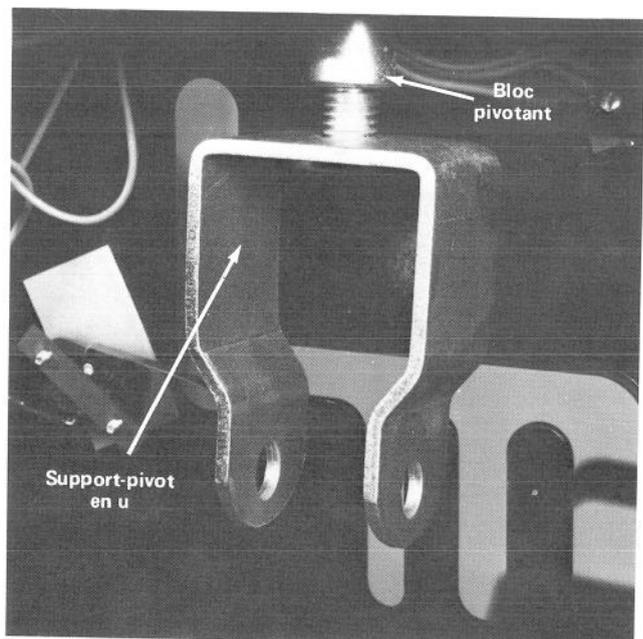

Figure 8
1. Réglez le support-pivot en U jusqu'à ce que 3 filets soient visibles entre le support-pivot et le bloc pivotant (Fig. 8).